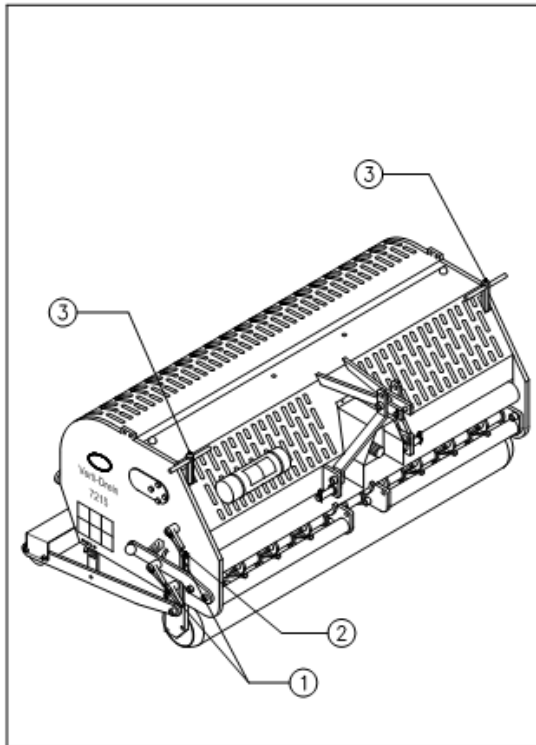

Fig.4
Głębokość roboczą można ustawić, gdy maszyna jest w pozycji podniesionej, patrz rys. 4. Poluzować uchwyty zaciskające 1 po każdej stronie maszyny. Następnie wkręcać lub wykręcać trzpień 3. Każdy obrót odpowiada 4 mm (0,160"). Tabliczka (2) z boku maszyny pokazuje nastawioną głębokość. Po uzyskaniu prawidłowej głębokości, dokręcić uchwyty zaciskające 1.